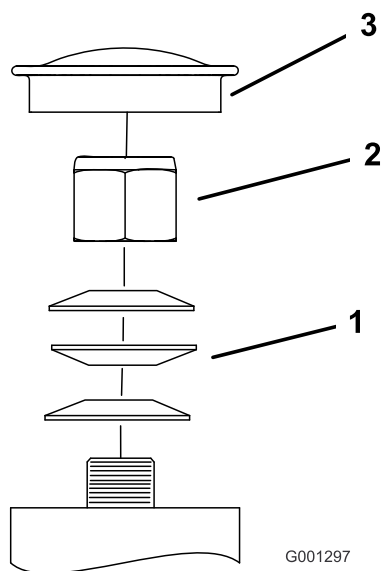

Figura 59
3. Retire el tapón anti-polvo de la rueda giratoria y apriete la contratuerca (Figura 59).
4. Apriete la contratuerca hasta que las arandelas de muelle estén planas, luego afloje 1/4 de vuelta para establecer la pre-carga correcta de los cojinetes (Figura 59).
5. Coloque el tapón anti-polvo (Figura 59).
Importante: Asegúrese de que las arandelas de muelle están correctamente instaladas, según muestra Figura 59.